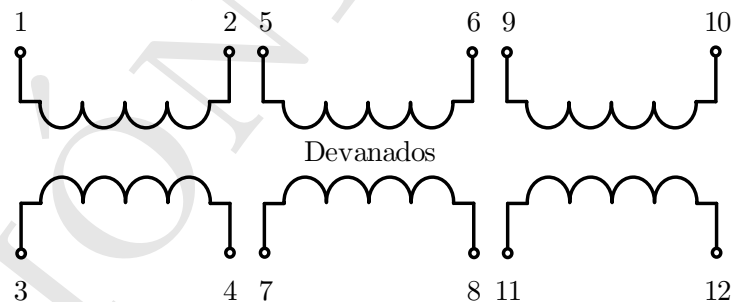

Figura 1: Devanados del transformador.
- 1.1. Medir utilizando el método que concluyeron más preciso en la Práctica 1, la resistencia de los devanados 1-2, 3-4, 5-6, 7-8, 9-10 y 11-12 mostrados en la Figura 1, que pertenecen al transformador trifásico. Anotar las lecturas en la Tabla 2.
- 2.1. Conectar las terminales mostradas en la Figura 1 (con base en la Tabla 3) que pertenecen al transformador trifásico, para determinar el desfaseamiento (índice horario) de la onda de voltaje del secundario respecto a la onda de voltaje del primario. En la Tabla 3 se indican los puntos que deben ser unidos para realizar las diferentes conexiones del transformador trifásico. Los espacios en blanco mostrados en la Tabla 3 indican que no se tiene acceso a un punto en común.